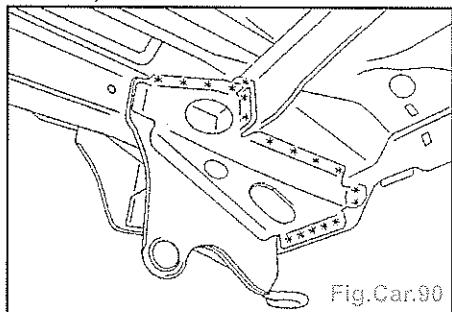

Fig.Car.90
- Dégrafer les points de soudure électrique à l'aide d'une fraise Ø 8 mm (Fig. Car.90).